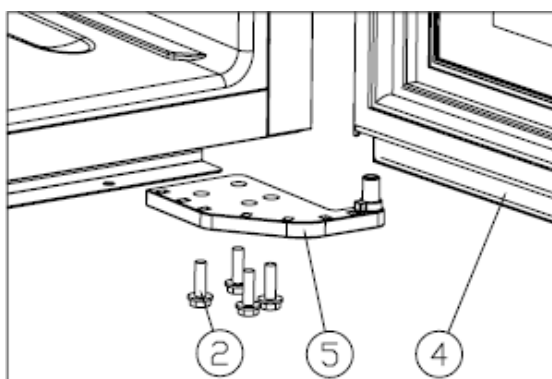

Рис. 2
Открутите винты М5*16 (2), демонтируйте правую нижнюю петлю (5) (Рис. 2).